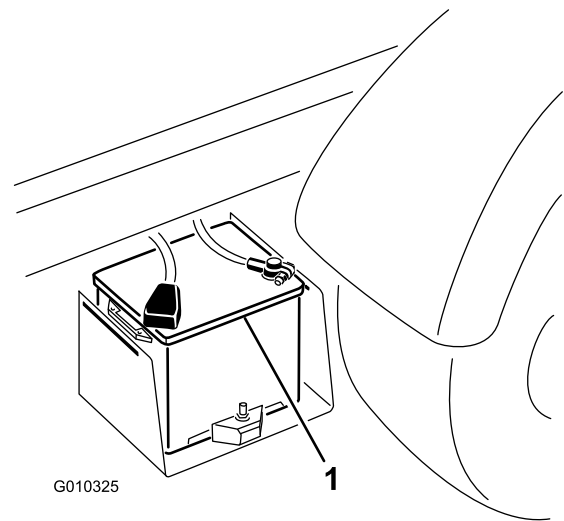

Figura 49
2. Conecte un cable de batería entre los bornes positivos de las dos baterías (Figura 49). El borne positivo está identificado con un signo + en la tapa de la batería.